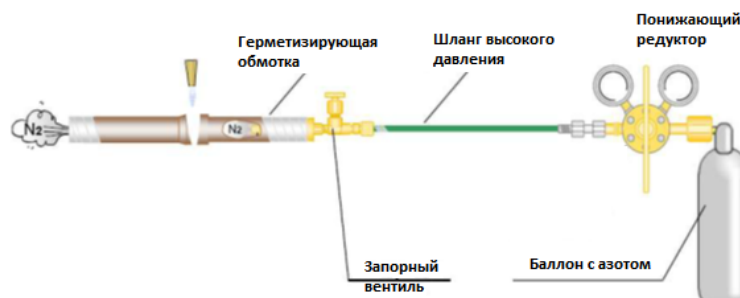

Рис.2.4
- Баллон с сухим азотом подключается к фреонной магистрали через регулятор расхода газа (понижающий редуктор)(рис.2.4).